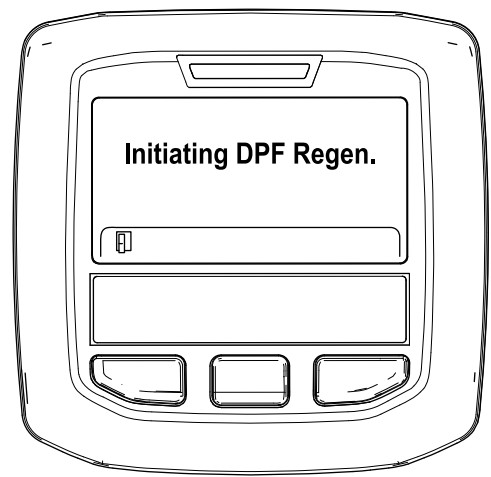

Bild 34
- A. Die Meldung „Initiating DPF Regen.“ wird angezeigt (Bild 34).